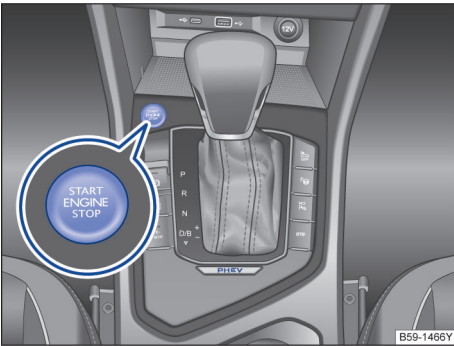

图 106 启动按钮
3.	短促按压启动按钮→图 106；不要给油。按住启动按钮，直至组合仪表上的指示灯 READY 亮起，全过程车内必须有一把有效的汽车钥匙。
5.	短促按下启动按钮→图 106。